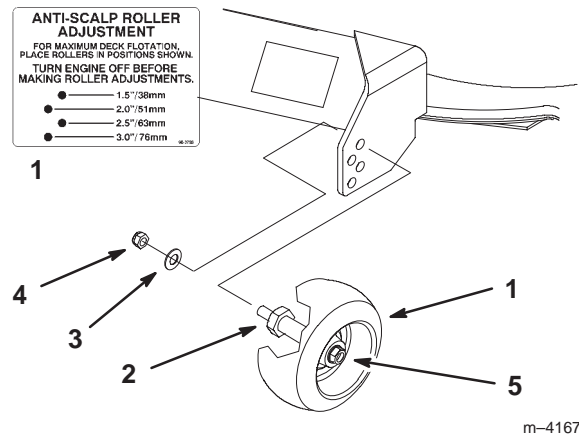

Figure 19
3. Lorsque la hauteur de coupe est réglée, enlevez l'écrou et la rondelle tout en maintenant le goujon avec une clé (Fig. 19).
Remarque : N'enlevez pas l'écrou et la rondelle de la roue (Fig. 19).
4. Choisissez le trou pour que la roue de jauge se trouve le plus près possible de la hauteur de coupe correspondante voulue (Fig. 19).
5. Remettez l'écrou à collerette et la rondelle élastique. Serrez à 54,2–61,0 Nm (40–45 pieds-livre) (Fig. 19).